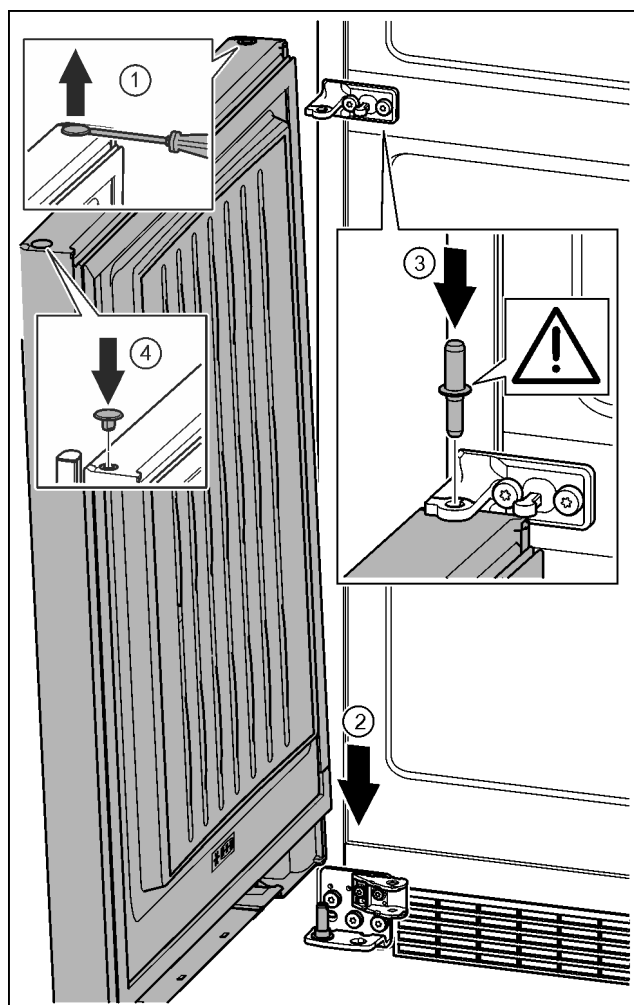

Fig. 40
- ▶ S ploščatim izvijačem previdno dvignite čep in ga izvlecite. Fig. 40 (1)
- ▶ Vrata od zgoraj nasadite na spodnji ležajni sornik. Fig. 40 (2)
- ▶ Ležajni sornik na sredini vstavite skozi ležajni podstavek na sredini v vodilo spodnjih vrat. Pri tem pazite na to, da je zaskočni zapah obrnjen nazaj. Fig. 40 (3)
- ▶ Čep ponovno vstavite na drugi strani vrat. Fig. 40 (4)